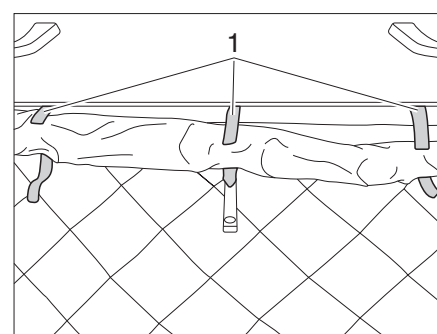

Figure 42 Ouvrir les bandes Velcro
- Ouvrir trois bandes Velcro (Figure 42,1) du soufflet en tissu.
- Enrouler soigneusement le soufflet en tissu dans la zone du verrouillage et le fixer avec trois bandes Velcro (Figure 42,1).